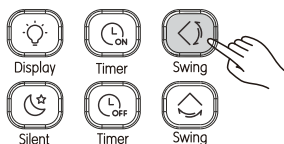

Abb. 3.11
① Bei eingeschaltetem Gerät: Drücken Sie auf  (siehe Abbildung 3.11). Jetzt startet die senkrechte Schwenkfunktion. Das Symbol  leuchtet und ein Signal wird zum Innengerät gesendet.